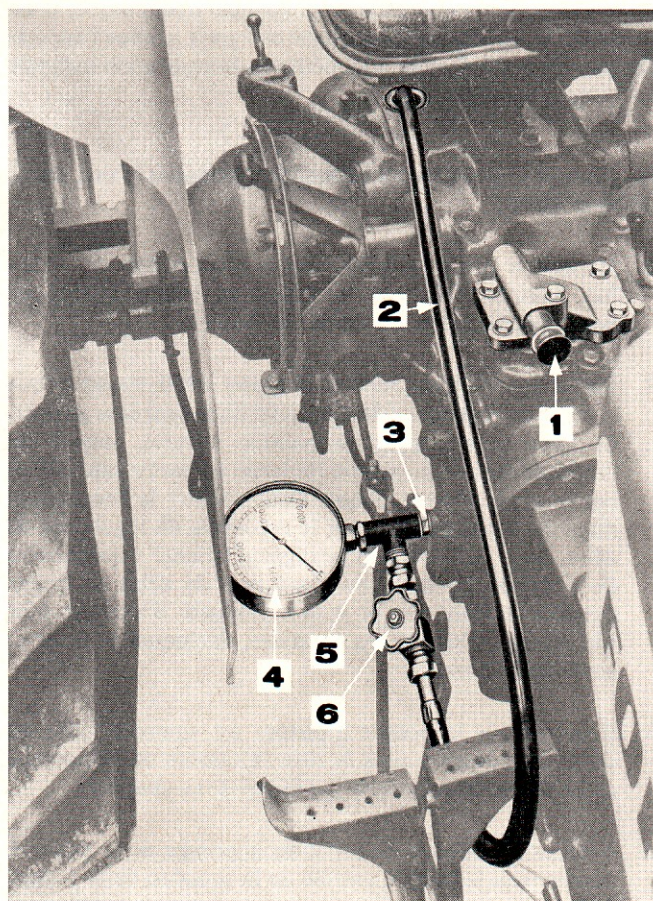

Figure 104: Contrôle de la pression Major 4000 avec pompe à engrenage et tiroir sélecteur
2. Si le tracteur comporte un clapet sélecteur: Avant de mettre le moteur en marche, vérifier le serrage du bouchon d'alimentation des accessoires situé sur le corps du tiroir sélecteur, pour empêcher une fuite d'huile à ce point. Abaisser à fond le levier de commande de relevage et tirer à fond le tiroir sélecteur (Figure 104).